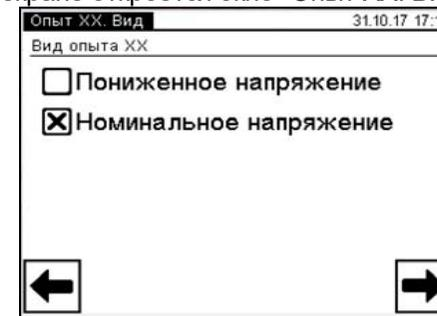

Рисунок 6.52
6) Начать опыт XX, для чего в окне "Главное меню" нажать на кнопку . На экране откроется окно "Опыт XX. Вид" (рисунок 6.52).